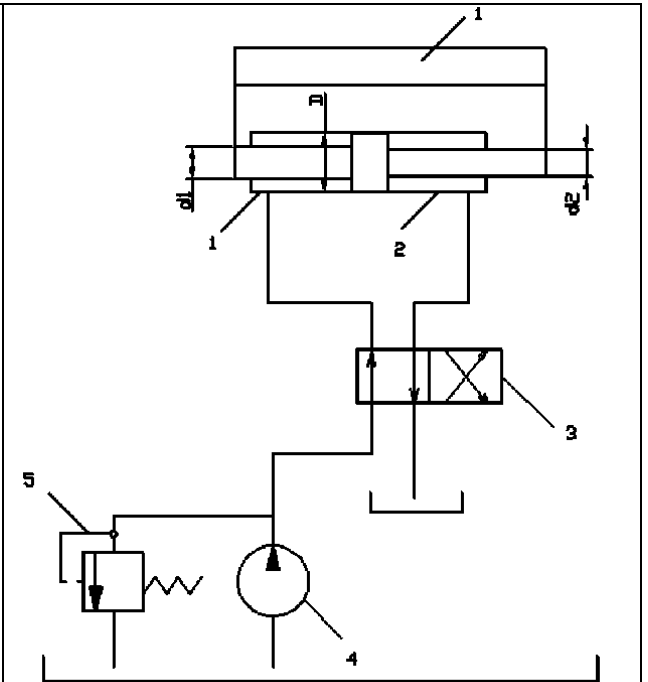

Рисунок 4
4. Гидроцилиндр 2 (рис. 4) с двусторонним штоком одинакового диаметра ($d_1 = d_2$) при давлении масла в рабочей полости $P = 10$ МПа и противодавлении в сливной полости $P_{пр} = 0,1$ развивает тяговое усилие $F = 20$ кН. Уплотнение поршня и штока в гидроцилиндре манжетное. Насос 4 при вращении собственного приводного вала с частотой $n_n = 1500$ об/мин развивает подачу $Q_n = 8$ л/мин. Определить пределы регулирования скорости движения поршня гидроцилиндра при изменении скорости вращения приводного вала насоса 4 от 1000 до 2000 об/мин. Принять $\eta_m = 0,97$.